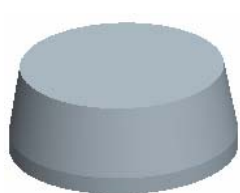
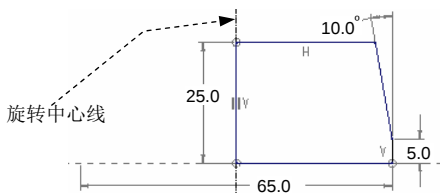

图 6.7.2 旋转 1
图 6.7.3 截面草图
Step2. 创建图 6.7.2 所示的旋转特征 1。在操控板中单击“旋转”按钮 。选取 RIGHT 基准平面为草绘平面，TOP 基准平面为参考平面，方向为左；单击  按钮，绘制图 6.7.3 所示的截面草图（包括中心线）；在操控板中选择旋转类型为 ，在角度文本框中输入角度值 360.0，单击  按钮，完成旋转特征 1 的创建。